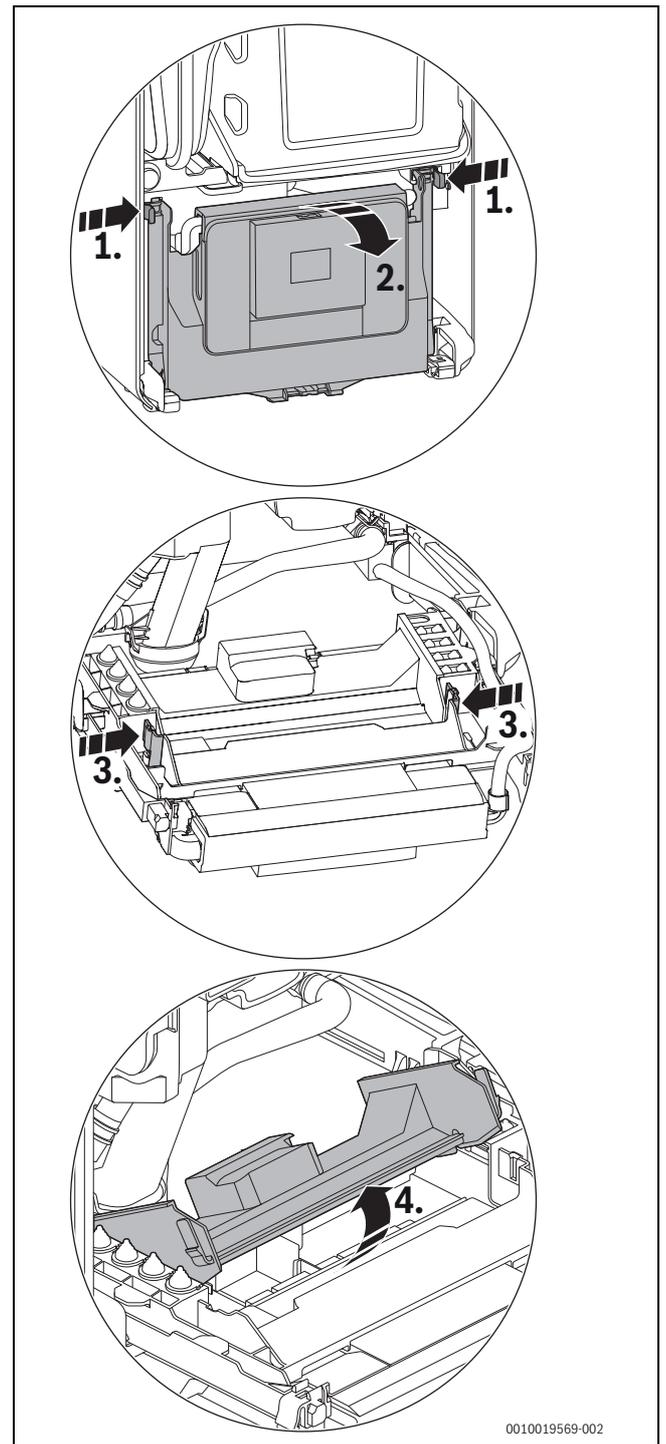

Рис. 106 Открывание пластиковой крышки
- ▶ Откиньте блок управления назад (→ рис. 106, стр. 53).